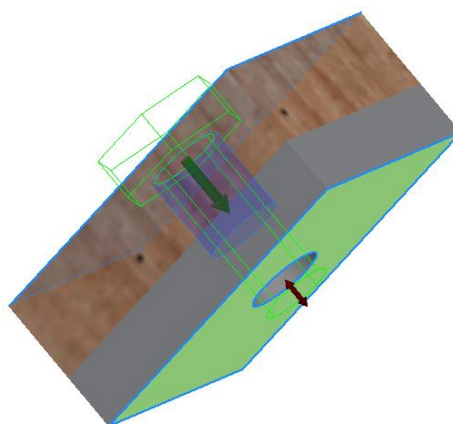

Рис. 3.70. Выбор ограничивающей плоскости
5. Выберите кнопку «*Ограничение*»  и укажите нижнюю грань второй пластины (рис. 3.70).